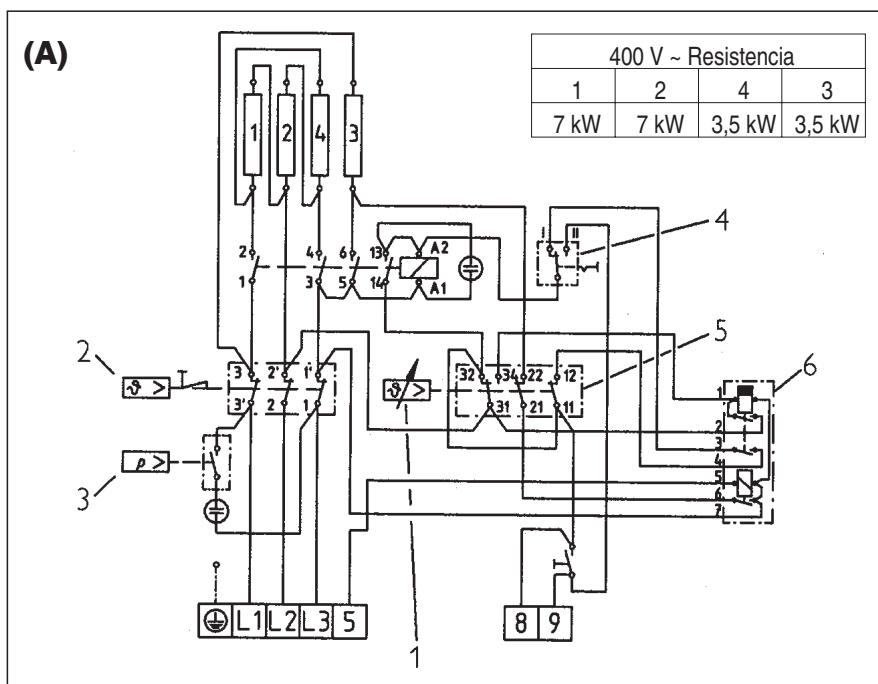

Fig. 10
- Llevar el selector (fig. 10, pos. 4) a una de las posiciones siguientes, en función del modo operativo deseado:
(A) Esquema eléctrico, fig. 10